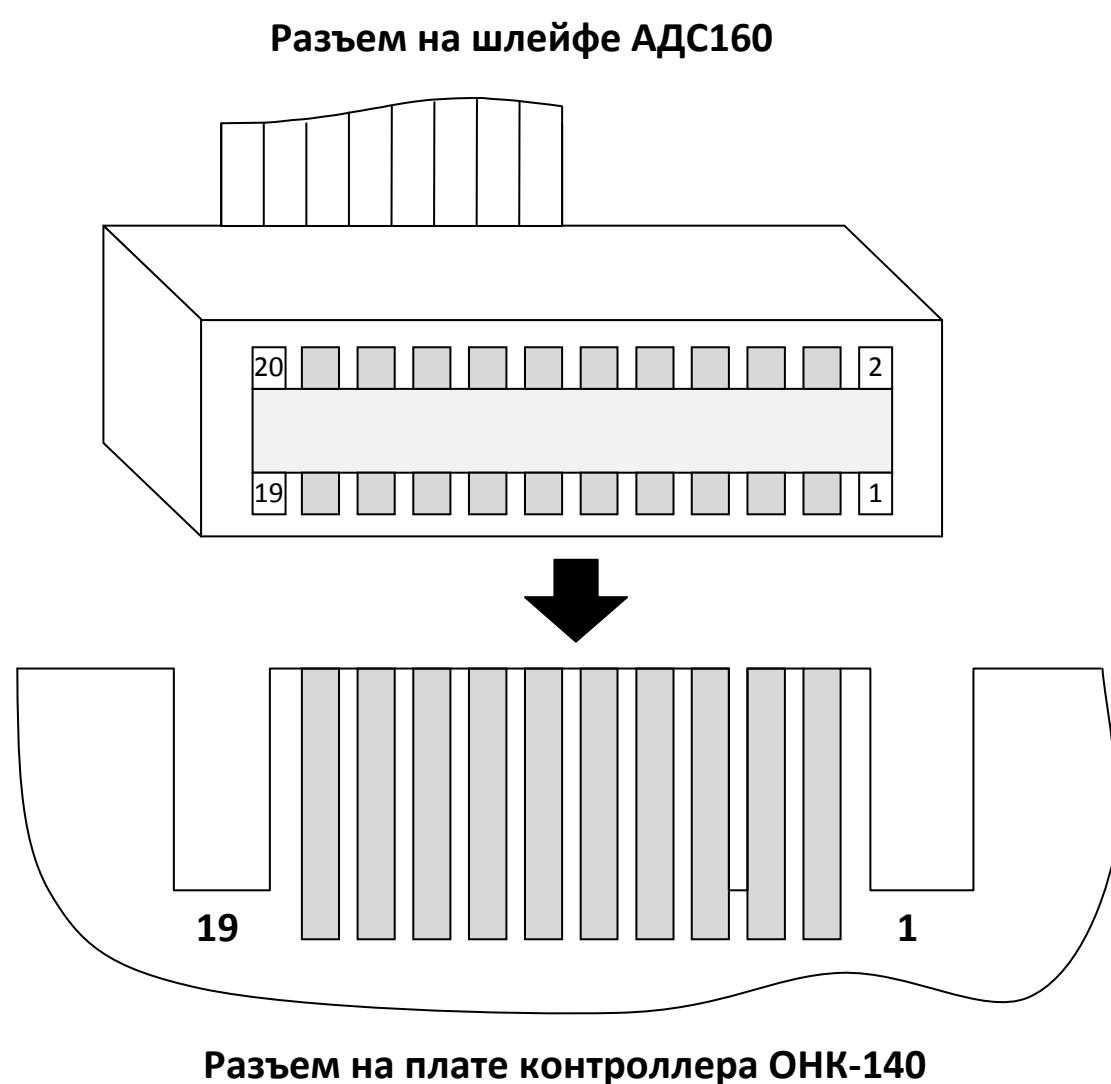

Рисунок 26. Подключение контроллера ОНК-140 к АДС160.
4. Подключить разъем к плате контроллера ОНК-140 с учетом маркировки на разъеме и плате контроллера (Рисунок 26).